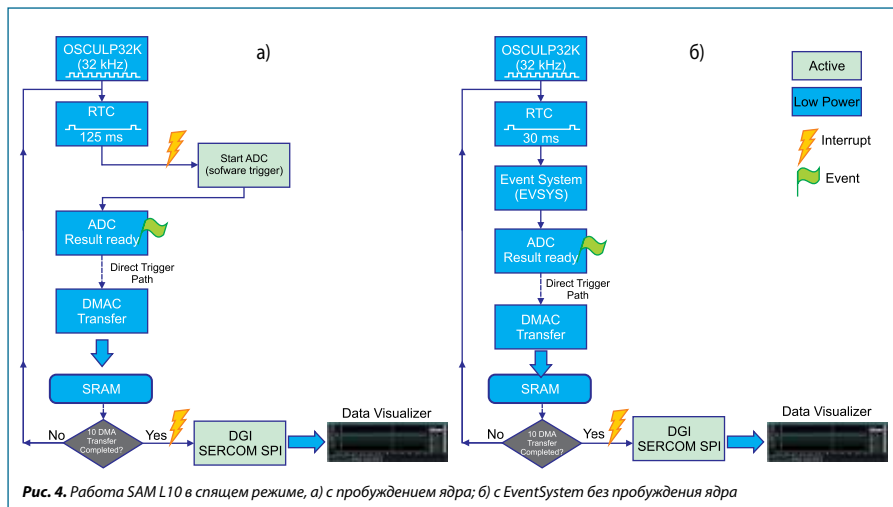
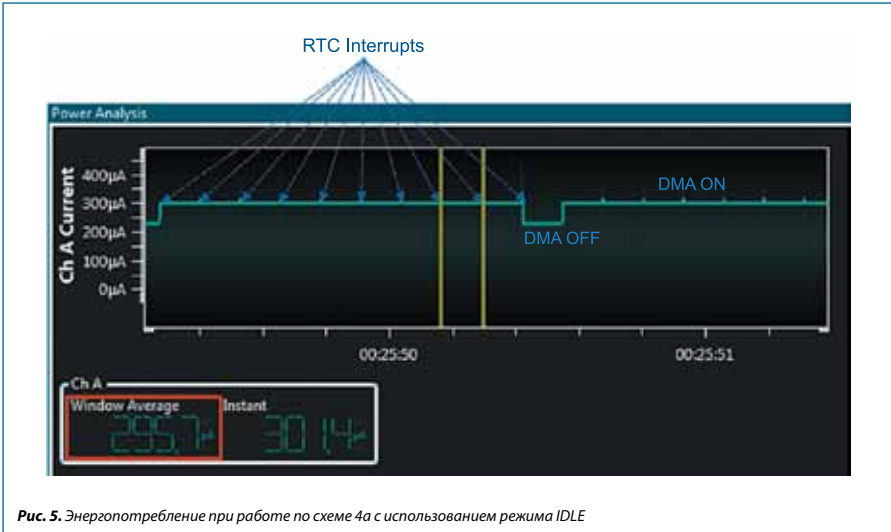
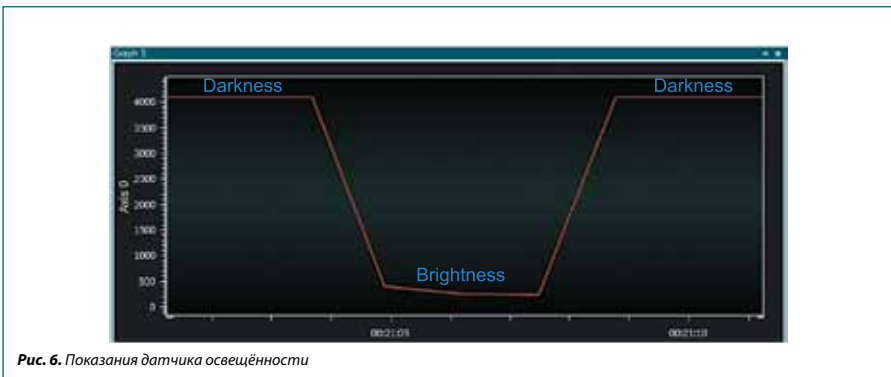

Рис. 4. Работа SAM L10 в спящем режиме, а) с пробуждением ядра; б) с EventSystem без пробуждения ядра
Рис. 5. Энергопотребление при работе по схеме 4а с использованием режима IDLE
Рис. 6. Показания датчика освещённости
Для выполнения задачи по алгоритму рис. 4а, создан проект в Atmel Start и написана программа в Atmel Studio со следующими настройками:
При работе программы по алгоритму рис. 4а были получены значения среднего тока потребления в 296 мкА (рис. 5). При этом контролировались показания освещённости, для оценки корректности работы системы (рис. 6).
Теперь модифицируем алгоритм (как на рис. 4б) и добавим Event System и функцию SleepWalking. Принцип работы данной функции изображён на рисунке 8.
- Снижение энергопотребления путём отключения удвоителя напряжения (микроконтроллер может работать от 1,62 В, но для ОУ нужно напряжение питания не менее 2,5 В — при питании ниже 2,5 В нужно задействовать встроенный удвоитель напряжения). Рассмотрим работу по алгоритму рис. 4б, как и в предыдущих примерах, но теперь сигнал на вход АЦП подаем с операционного усилителя OPAMP2, который сконфигурируем как неинвертирующий усилитель с коэффициентом усиления 4/3, при этом на его вход подаем сигнал с датчика света. Получили средний ток потребления 314 мкА (рис. 12).